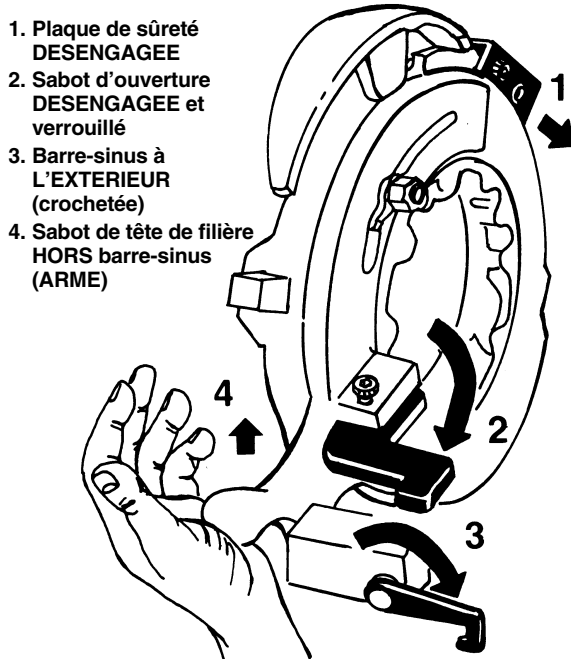

Figure 12 – Réglage des têtes de filière à ouverture automatique N° 714 et N 914 pour les filetages NPSM ou BSPP
1. Retirez la vis du sabot d'ouverture qui se trouve sur le pivot du sabot. Décrochez le ressort du sabot d'ouverture. Tournez le sabot pour le retirer du pivot jusqu'à ce que son percement s'aligne sur le trou de vis du pivot. Réintroduisez la vis jusqu'à ce qu'elle s'engage dans le sabot d'ouverture (Figures 12 & 16).
2. Positionnez la plaque de sûreté (Figures 12 & 16).
3. Poussez la barre-sinus jusqu'à l'extrémité droite du chariot et tournez le crochet de la barre-sinus jusqu'à ce qu'il s'engage dans le trou en bout du chariot (Figures 12 & 16).
4. Avec la tête de filière rabaissée, soulevez la poignée de verrouillage de la plaque à cames jusqu'à ce que le levier d'ouverture (Figure 12, Etape 4) s'engage dans l'encoche.